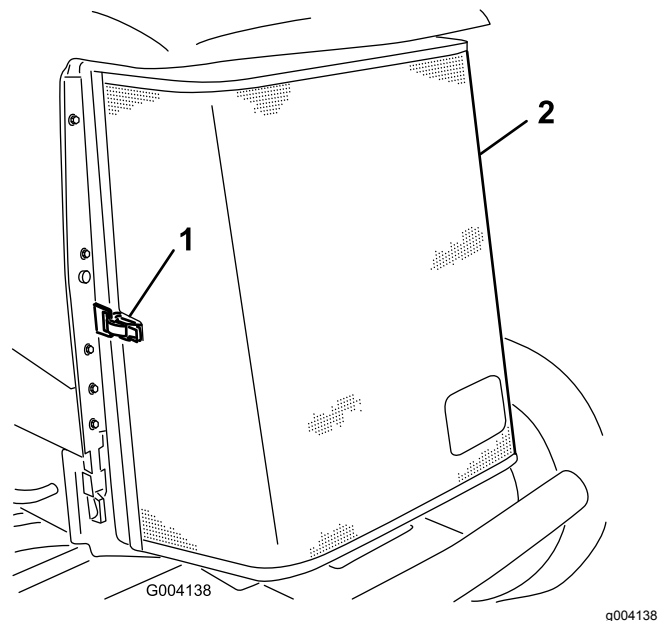

Figura 79
3. Desprenda a braçadeira e articule para abrir o painel traseiro (Figura 79).